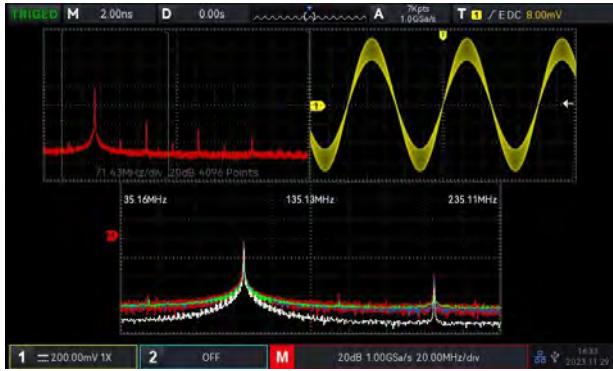

Figure 17-1
- a. Écran partagé : Affiche la forme d'onde de la source et la forme d'onde du spectre FFT en écran partagé, et étend pour afficher le spectre, comme illustré à la figure 17-1.